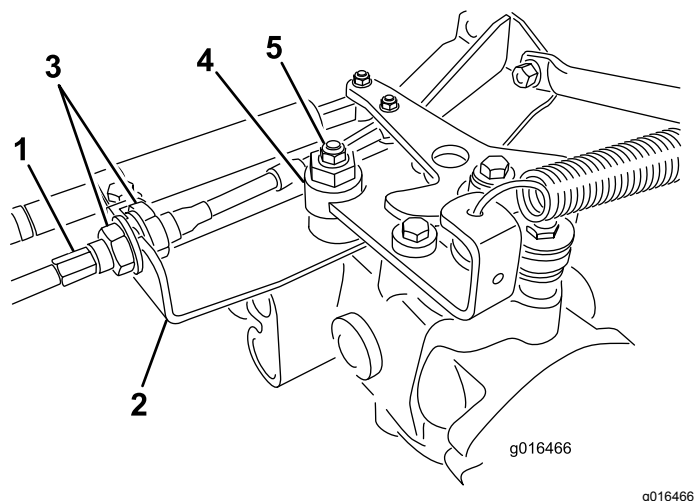

Figure 41
- A. Desserrez les deux écrous de blocage qui fixent le câble de commande de transmission à la traversée sur l'hydrostat (Figure 41). Desserrez les écrous de blocage uniformément et suffisamment pour permettre le réglage.
**Remarque:** Desserrez l'écrou de fixation de l'excentrique en haut de l'hydrostat (Figure 41).
- E. Lorsque la roue arrête de tourner, serrez l'écrou pour bloquer l'excentrique et le réglage (Figure 41).
- G. De chaque côté de la traversée, serrez les contre-écrous uniformément pour fixer le câble de transmission à la traversée (Figure 41). Ne tordez pas le câble.